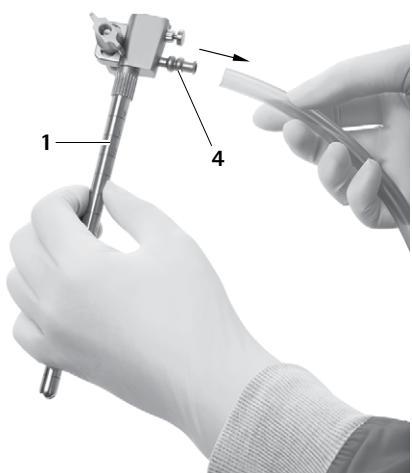

Fig. 12
- Retirar o tubo da conexão de lavagem 4, ver Fig. 12.